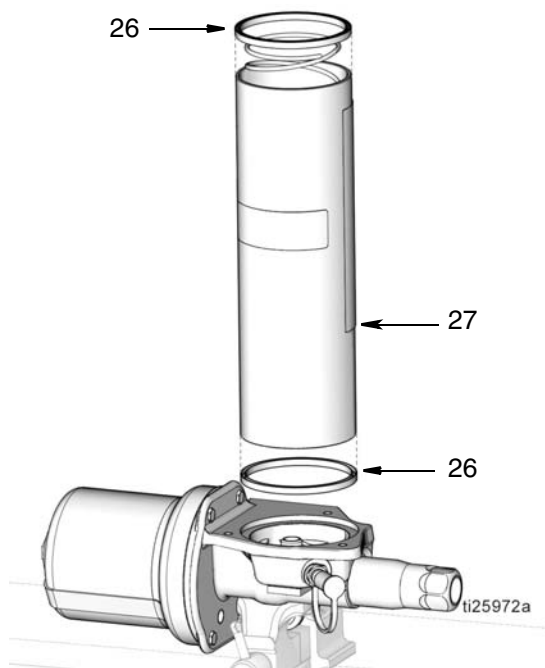

图 56
11. 将液箱垫圈 (26) 安装到液箱 (27) 的底部，如图 56 所示。